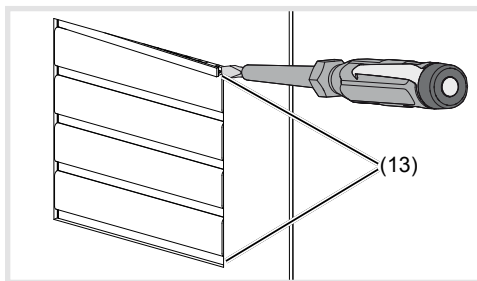

Bild 11: Entnahme Abdeckstreifen
- Die verriegelnden Abdeckstreifen (13) oben und unten mit dem Schraubendreher nach vorne hebeln und entnehmen (Bild 11).